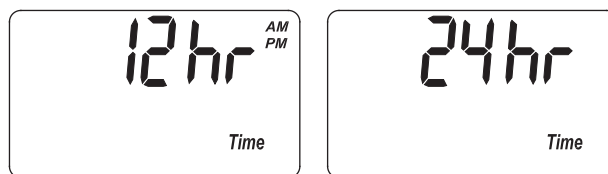

FIG. 31
1. Mantenga oprimido el botón PROGRAM (Programar) hasta que aparezca la pantalla que se indica en la Fig. 29. Cuando ello ocurra, oprima cinco veces el botón PROGRAM (Programar) y aparecerá una de las dos pantallas que se indican en la Fig. 31.